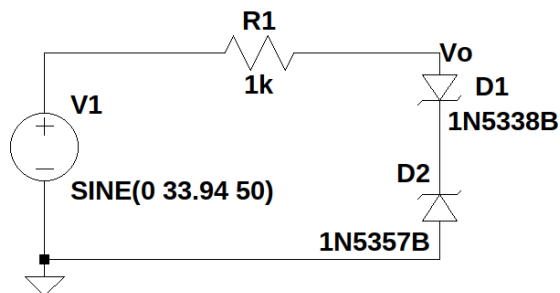

Figura 18: Recortador con diodos zener de 5,1V y 20V, modelo 1.
- Ahora se deberá a proceder a asignar a $R1=1k$ y buscar un modelo spice a D1 y D2 que correspondan con tensiones zener 5,1V y 20V respectivamente, y además agregar un Label llamado V_o . En la figura 18 se muestra a modo representativo el circuito con modelos spice de los diodos zener a utilizar. Se recomienda usar los modelos spice de los diodos conseguidos por cada grupo de trabajo.
7. Ahora se deberá a proceder a asignar un modelo spice a **D1** y **D2** que correspondan con tensiones zener 6,8V y 12V respectivamente, y ademas agregar un **Label** llamado **Vo**. En la figura 18 se muestra a modo representativo el circuito con modelos spice de los diodos zener a utilizar. Tenga en cuenta que los modelos spice de los diodos conseguidos por cada grupo de trabajo pueden ser distintos al modelo usado para este ejemplo, en caso de diferir se recomienda usar el modelo del diodo conseguido.